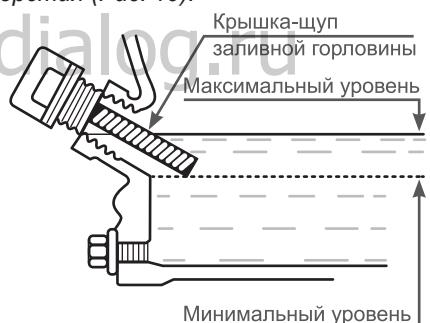

Рис. 19 Проверка уровня масла в картере
Максимальный уровень масла в картере соответствует нижней кромке заливного отверстия (Рис. 19).
5. При недостаточном уровне масла в картере необходимо долить чистое масло до верхней отметки на щупе, что соответствует нижней кромке заливного отверстия (Рис. 19).